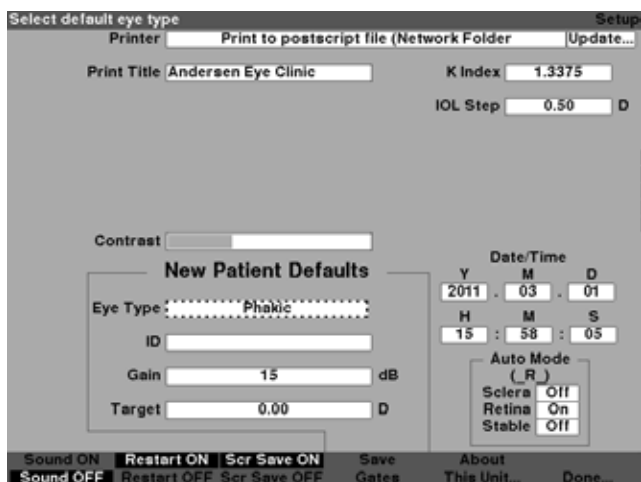

Figura 5-43 Campo de tipo de ojo predeterminado activado
2. Presione el control giratorio o el botón $\sqrt{\quad}$ para activar el campo, indicado con un borde punteado, como se muestra en la Figura 5-43.